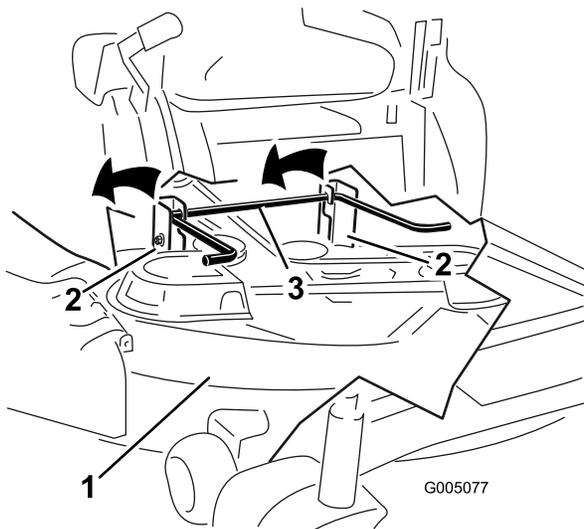

Figure 67
6. Soulevez et enlevez le tablier de coupe et les supports de la tige de levage arrière et abaissez la tondeuse au sol avec précaution (Figure 67).
5. Soulevez l'arrière du tablier de coupe et guidez les supports sur la tige de levage arrière (Figure 67).
5. Positionnez le ressort sur la tige comme montré à la Figure 67, de sorte que l'extrémité la plus courte du ressort sorte du dessous de la tige avant le coude et passe par-dessus la tige à son retour.